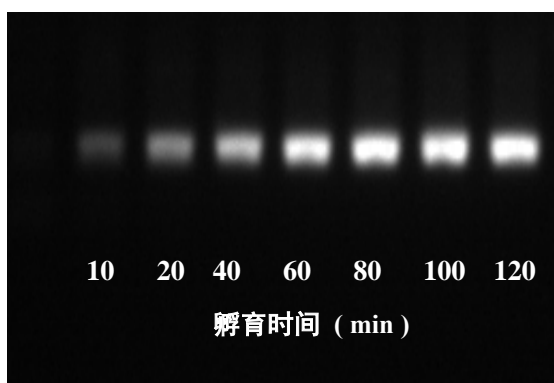
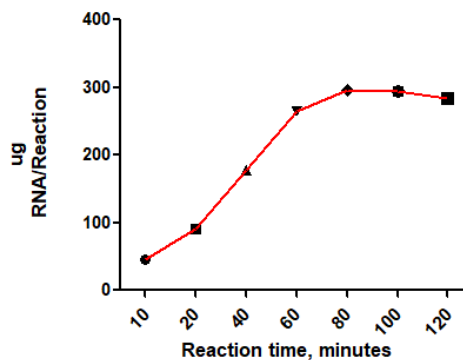

图 2 不同反应时间转录产物电泳图
图 3 不同反应时间转录产量
2. 遵照本产品非修饰 RNA 合成反应体系及实验流程，向反应体系中加入 Template DNA (1.4 kb) 500 ng，37°C 孵育不同时间，转录合成 RNA，得到转录产物通过变性琼脂糖凝胶电泳检测，并在 NanoDrop™ 分光光度计上定量，检测结果如图 2 及图 3 所示。